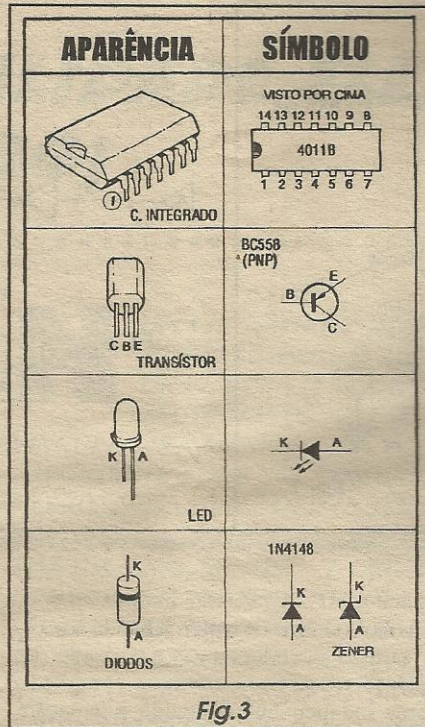
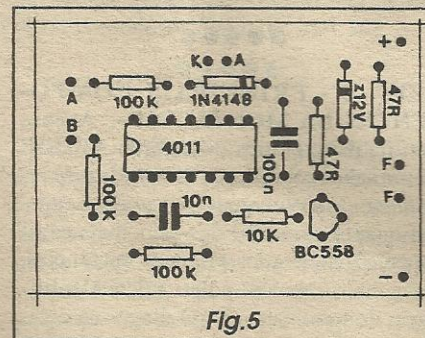

Fig.3
Fig.5
- FIG. 5 - CHAPEADO DA MONTAGEM - Como apenas o falantinho e o LED ficam *fora* da placa, a maioria dos componentes deve ter seus terminais inseridos e soldados diretamente ao impresso, com as peças repousando sobre a face não cobreada, vista em tamanho natural na figura... É bom lembrar que todos os componentes mostrados na **FIG. 3** são *polarizados* e devem ser colocados em posição única e certa, não podendo ter seus terminais invertidos... É o caso do integrado, do transistor e dos diodos... Esses componentes contêm marcas especiais que ajudam a encontrar a sua perfeita orientação na placa... Notar ainda que tudo deve ficar bem rente à superfície do impresso, já que componente com aqueles *baita pernões* parecendo um *bando de garças* sobre o impresso, além de gerarem uma montagem *feia*, são uma fonte quase certa de problemas de funcionamento, ensejando *curtos* e ou-tros problemas quando da instalação final... As sobras de *pernas* e terminais apenas devem ser cortadas (pelo lado cobreado da placa, oposto ao visto na figura...) depois de tudo ter sido muito bem conferidinho, aproveitando-se essa conferência para verificar o estado de cada ponto de solda... Isso feito, podemos passar às conexões externas, detalhadas visualmente no próximo diagrama...